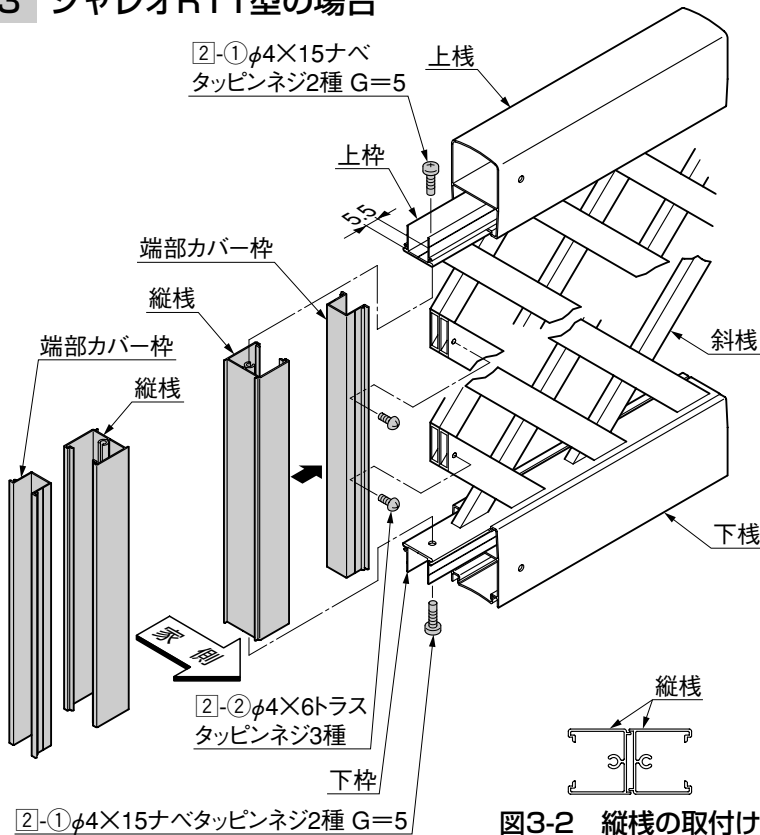

図3-2 縦棧の取付け
- 縦棧は、図3-2のようになるように取付けてください。
- ④ スライドさせた上・下棧を元の位置に戻してください。